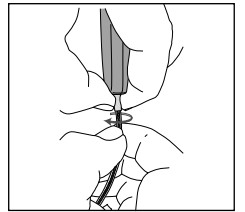

Fig. 7
6. Desserrez le câble extérieur en téflon du manchon en bas du satellite. Pour cela, Prenez le manchon en une main entre le pouce et l'index et le câble extérieur en téflon dans l'autre main entre le pouce et l'index et desserrez le câble extérieur (vers la gauche) du manchon (Voir Fig. 7). Tirez maintenant également le câble intérieur dans le manchon vers l'extérieur.